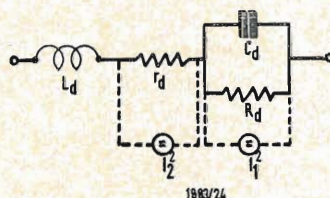

Fig. 1.1-2
1.1. Il circuito equivalente serie del diodo tunnel è visibile in fig. 1.1-2.